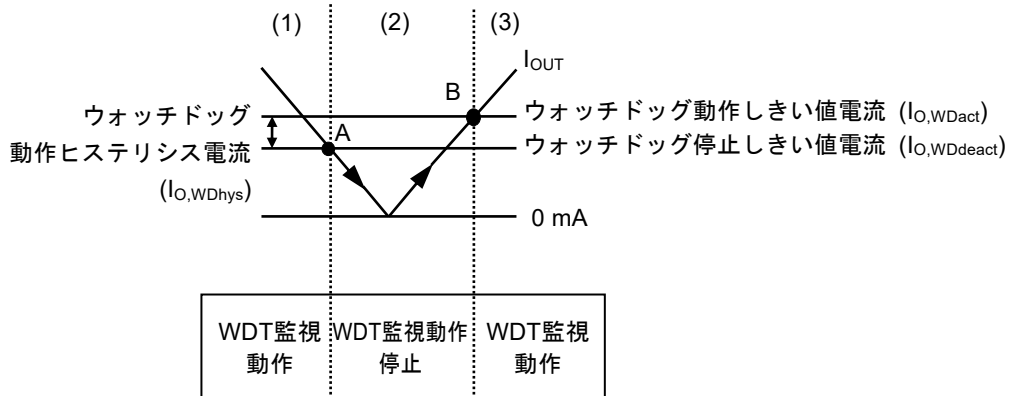

図38 自律ウォッチドッグ動作機能
- (1) レギュレータの I_{OUT} がウォッチドッグ動作しきい値電流 ($I_{O,Wdact}$) 以上で、WADJ端子電圧 (V_{WADJ}) は基準電圧 (V_{ref}) より高くなり、コンパレータ (C1) の出力は "H" になります。このとき、ウォッチドッグタイマは監視動作を行います。
- (2) I_{OUT} が低下し、ウォッチドッグ停止しきい値電流 ($I_{O,Wddeact}$) (図38のA点) 以下になると V_{WADJ} は V_{ref} 以下となり、C1の出力は "L" になります。このとき、ウォッチドッグタイマは監視動作を停止します。 I_{OUT} が上昇しても、 $I_{O,Wdact}$ 未満の場合、ウォッチドッグタイマは監視動作を停止したままです。
- (3) さらに I_{OUT} が上昇して $I_{O,Wdact}$ (図38のB点) 以上になると V_{WADJ} は V_{ref} 以上になり、C1の出力は "H" になり、ウォッチドッグタイマは監視動作を開始します。